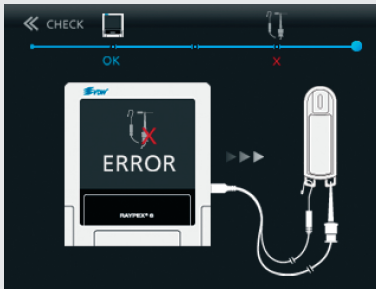

Fig. 35 Messaggio ERROR accessori
- Il CONTROLLO dei cavi inizia automaticamente e i risultati (OK, Fig. 34, o ERROR, Fig. 35) sono visualizzati sul display.